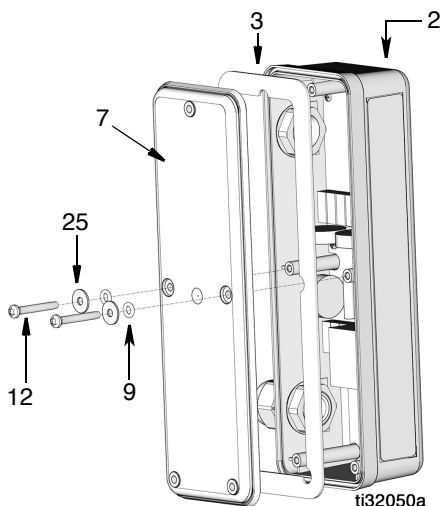

图 4
- 从 PAC 盖板 (7) 取下两个螺丝 (12)、垫圈 (25) 和 O 形圈 (9), 并从 PAC 电气外壳取下盖板和密封件 (3) (图 4)。